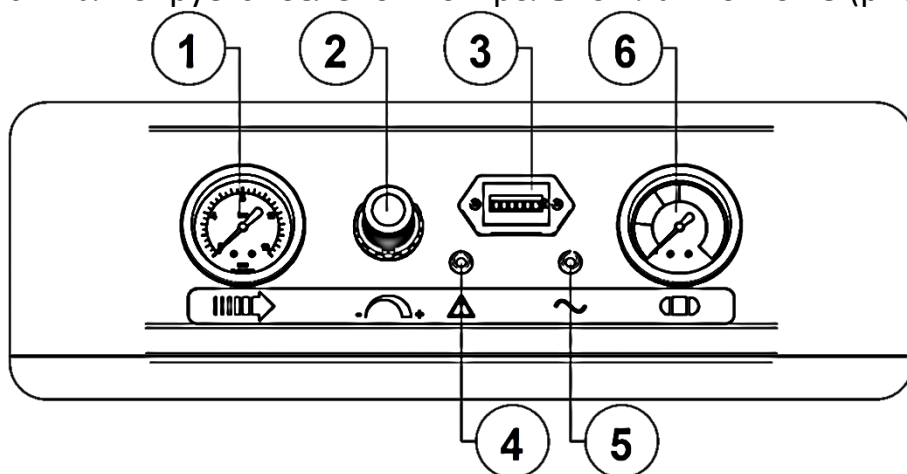
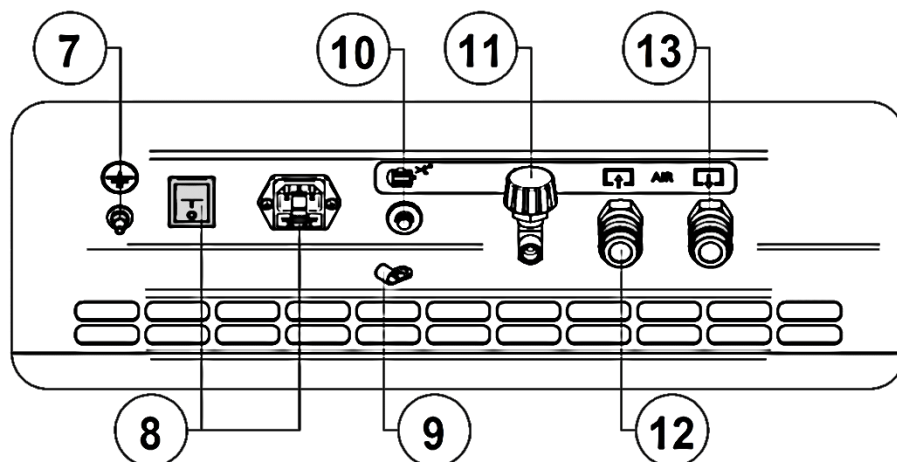

Рисунок 3 - Панель управления
Рисунок 4 - Задняя панель
7.4.2 К быстроразъемной муфте 13 (выход сжатого воздуха) (рисунок 4) присоедините шланг сжатого воздуха к исполнительному устройству.
7.4.3 При наличии опционально установленного перекидного клапана к быстроразъемной муфте 12 (вход сжатого воздуха) (рисунок 4) присоедините (если есть необходимость) шланг сжатого воздуха от центральной распределительной сети. Воздух от центральной распределительной сети автоматически подается через пневматическую систему компрессора к быстроразъемной муфте 13. Компрессор при таком подключении служит в качестве запасного источника сжатого воздуха. При понижении давления воздуха в центральной распределительной сети компрессор включается автоматически.
7.5.4 Шнур питания зафиксируйте зажимом **9** (рисунок 4).
7.5.5 Провод заземления подключите к винту заземления **7** (рисунок 4) на задней панели компрессора. При наличии заземляющего контакта в электрической розетке, дополнительное заземление не требуется.
Включите компрессор выключателем **8** (рисунок 4) на задней панели. Для этого необходимо переключить выключатель в положение «I». Включенное состояние сигнализируется зелёной контрольной лампочкой **5** (рисунок 3).
7.7.4 После останова компрессора настройте регулятор давления **2** (рисунок 3) в соответствии с 8.3.1.
- Выключить компрессор выключателем **8** (рисунок 4) на задней панели. Для этого необходимо переключить выключатель в положение «**О**». После этого остановится двигатель и произойдет сброс давления из нагнетательного воздухопровода и поршневого блока.
- Снизить давление в ресивере до атмосферного при помощи крана разгрузки **11** (рисунок 4).
8.3.1 Настройка давления сжатого воздуха осуществляется регулятором давления **2** следующим образом (рисунок 3):
**ВНИМАНИЕ: НАСТРОЙКА РЕГУЛЯТОРА ДАВЛЕНИЯ ДОЛЖНА ПРОИЗВОДИТЬСЯ ПРИ ЗАКРЫТОМ КРАНЕ РАЗГРУЗКИ РЕСИВЕРА 11 (РИСУНОК 4)!**
8.3.2 Компрессор оборудован устройством защиты от перегрузок. При нарушении питания электрической сети, а также при перегреве компрессора возможно автоматическое срабатывание защиты двигателя, о чем сигнализируют красная контрольная лампочка **4** (рисунок 3) на панели управления.
- Переключите выключатель **8** (рисунок 4) на задней панели в положение «**0**».